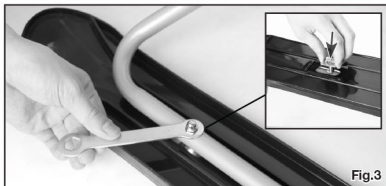

Fig.3
2. Attachez le ski latéral en utilisant le Boulon du ski latéral¹². Glissez le boulon du ski latéral par dessous le ski, à travers la structure. Puis, placez l'écrou autobloquant et serrez-le fermement à l'aide de la Clé mixte oeil et plate¹¹. (voir Fig. 3)